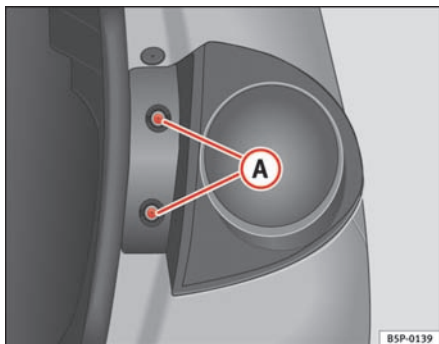

Fig. 185 Positionsslys og stoplys
- Skru skruerne ⇒ fig. 185 (A) ud.